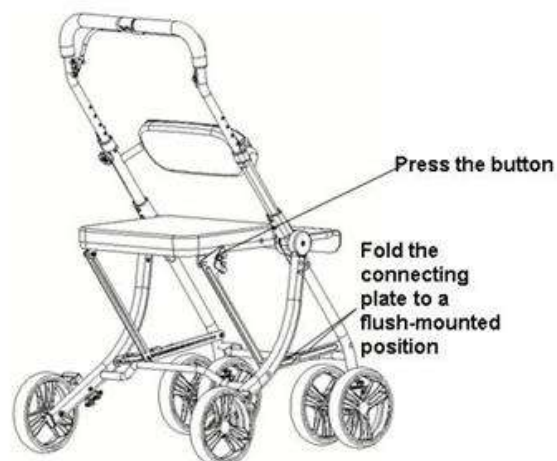

Figure 2
- Zu diesem Zeitpunkt sind die beiden Klappplatten an der Unterseite ausgerichtet (siehe Abbildung 2), und der Rollator ist vollständig geöffnet (zur besseren Sichtbarkeit ist auf dem Bild keine Tasche dargestellt).
Beim Falten den Griff mit einer Hand festhalten, mit der anderen Hand die Entriegelungsschnalle nach innen drücken und anschließend den Sitz kräftig nach oben ziehen, um den Faltvorgang abzuschließen, wie in Abbildung 2 dargestellt.